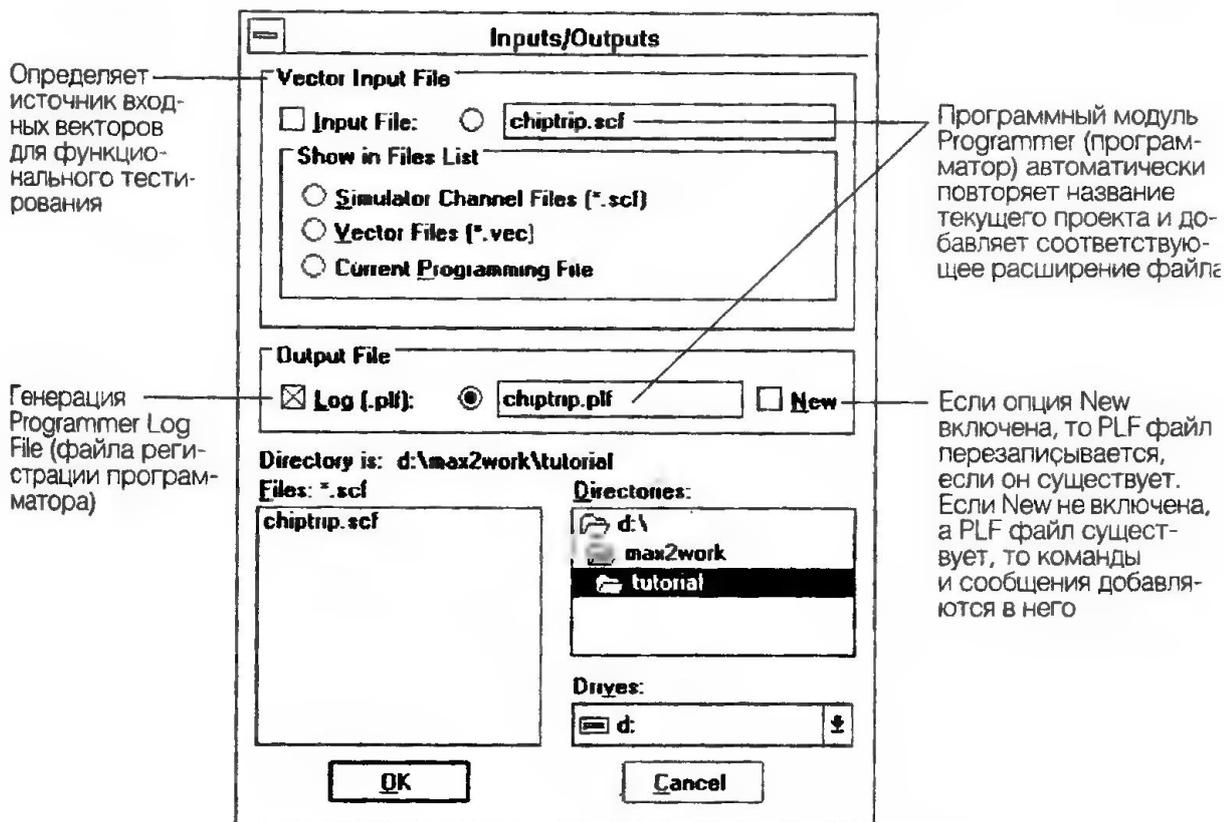

Рис. 2.69
1. Выберите **Inputs/Outputs** (входы/выходы) из меню **File**. На экране отобразится диалоговое окно **Inputs/Outputs** (входы/выходы), показанное на рис. 2.69: